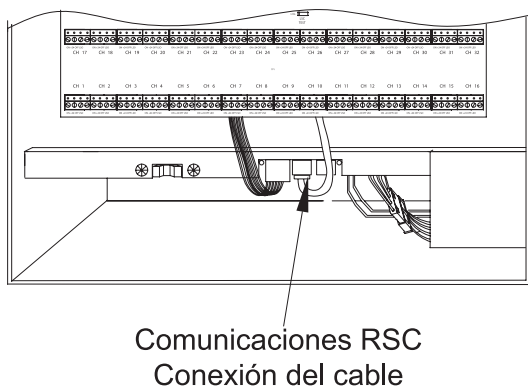

Figura 8. Conexión del cable de comunicaciones RSC
- Conecte el cable de comunicaciones (cable rojo CAT5 incluido) en la tarjeta del controlador del bloque de relé (RSC) ubicada en la parte inferior del alojamiento. Este cable puede conectarse en cualquiera de los dos conectores RJ45 ubicados en esta placa. Consulte la Figura 8 a continuación.